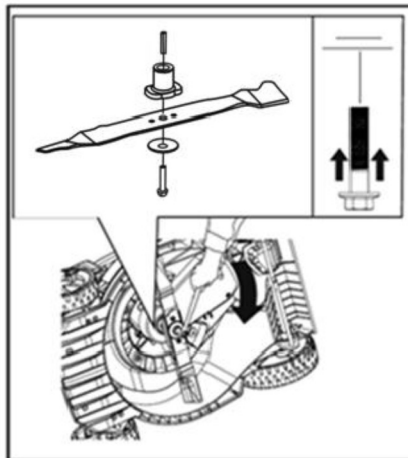

Рис. 25
3. Удерживая нож рукой, открутите болт крепления ножа гаечным ключом (в комплект не входит) (Рис. 25).